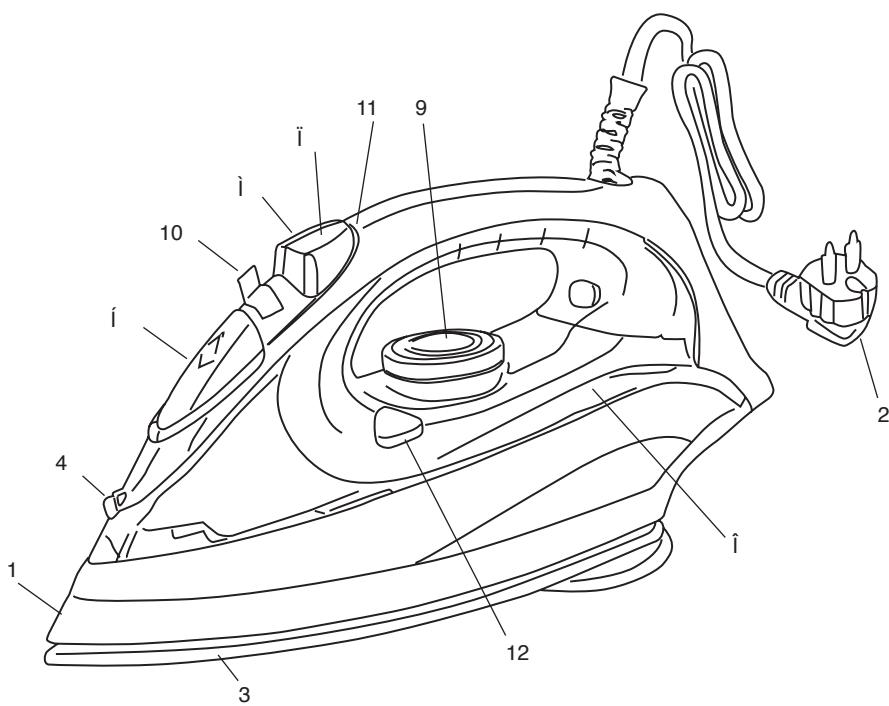

Fig 1.
Abra la boca de llenado (5). Llene el depósito de agua sin rebasar el nivel máximo con ayuda del vaso que se adjunta y manteniendo la plancha en posición horizontal (fig. 1). Una vez lleno el depósito cierre la tapa.